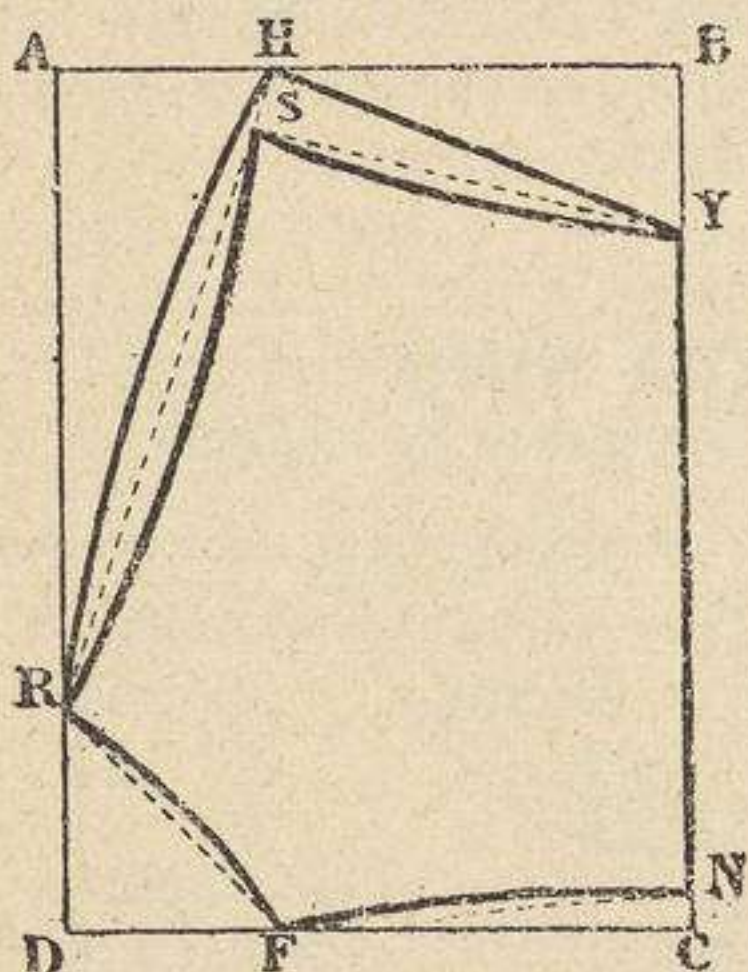

Fig. 145 ( $\frac{1}{10}$  del tamaño real).
**Rectángulo ABCD.**—Se traza un rectángulo ABCD (fig. 145) que tenga una de las dimensiones indicadas.